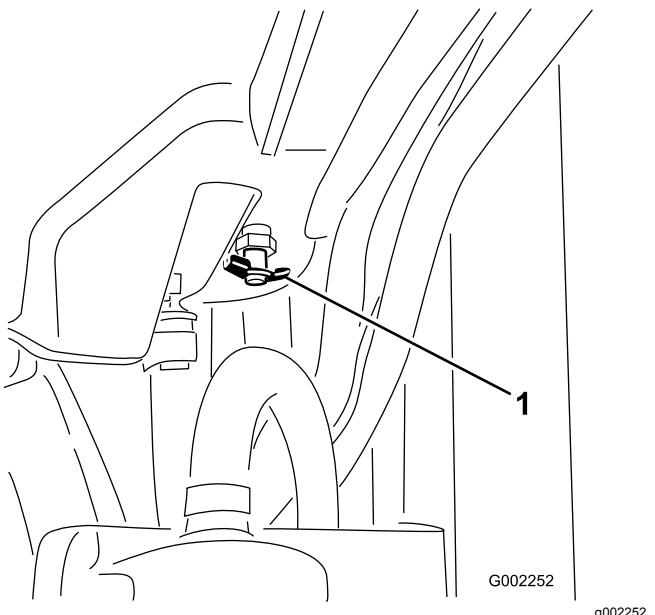

Figure 91
- Ouvrez le robinet de vidange et vidangez le liquide de refroidissement dans le bac (Figure 91).
- Fermez le robinet de vidange (Figure 91).